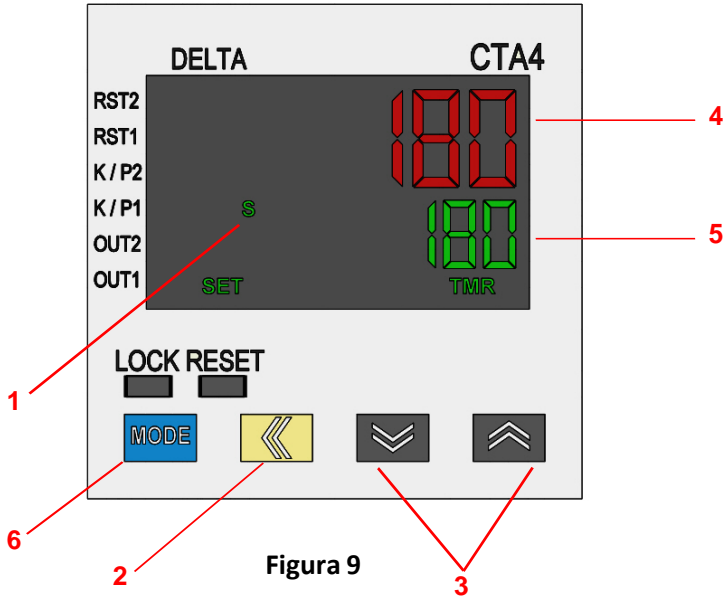

Figura 9
3. Presione el botón amarillo con una flecha hacia la izquierda (Ítem 2, Figura 9) para entrar al modo establecer. El primer dígito en la columna derecha en la Pantalla Establecer Valor (Ítem 5, Figura 9) comenzará a titilar.
4. Presione las teclas con las flechas hacia ARRIBA y hacia ABAJO (Ítem 3, Figura 9) para establecer el primer dígito en la columna seleccionada.
7. Una vez que el tiempo establecido deseado se muestra en la pantalla, presione el botón azul MODO (Ítem 6, Figura 9) para establecer el tiempo.